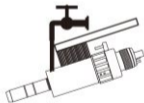

Fig.8.1
1) Imediatamente após o uso, lave as peças de mão com água corrente (<math> < 40^\circ \text{C}</math>) e com uma escova de cerdas macias (Fig. 8.1) remova sujeiras e detritos do micromotor. Em seguida utilize um cotonete ou pano com álcool (Fig. 8.2). Não utilize escova de aço;